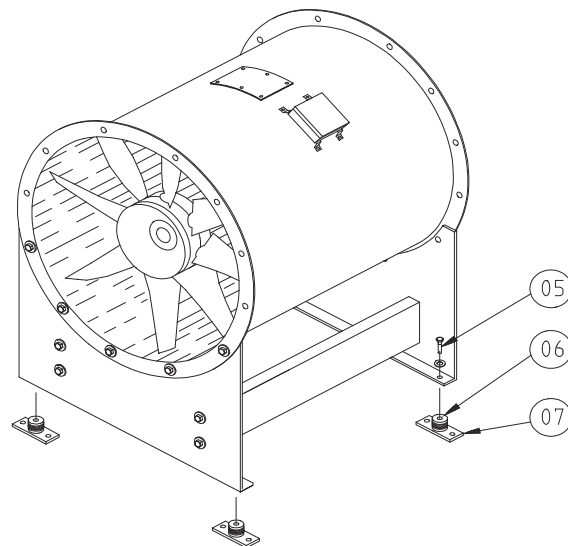

Fig. 2. ACN met montagevoeten en trillingsdempers
Bevestig de trillingsdemper (fig. 2, pos. 06) met bouten (pos. 05) aan de montagevoet.